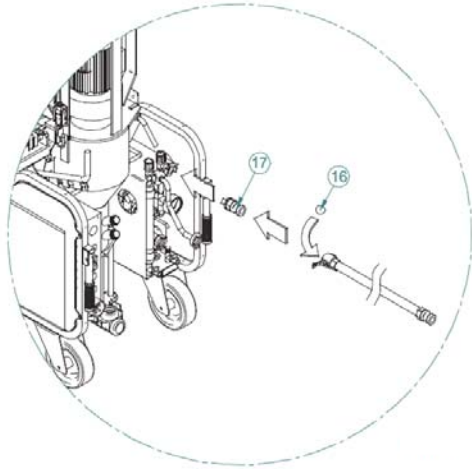

FIG. 17
Quitar el mezclador y lavarlo. Limpiar la zona de mezcla con una espátula. Introducir el rascador (ref. 15) de la manera indicada en la fig. 17, cerrar la cámara de mezcla, girar el interruptor principal hasta la posición de trabajo correcta (testigo azul encendido) y, luego, accionar el pulsador de marcha. Dejar girar durante 5-10 segundos, hasta que la cámara de mezcla quede totalmente limpia.
Luego, lavar los tubos. Introducir una esponja de lavado (ref. 16) en el inicio del tubo, conectar el tubo de envío del material al empalme del tubo de argamasa - tubo agua (ref. 17); luego, conectarlo a la llave auxiliar del agua. Poner en marcha la bomba del agua y abrir la llave auxiliar del agua hasta que salga la esponja de lavado (fig. 17) por el otro extremo.